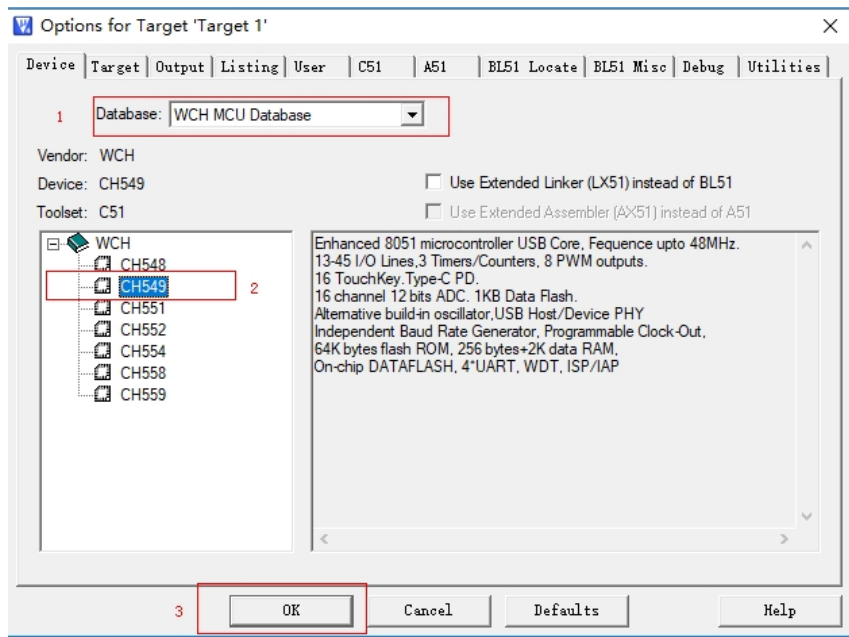
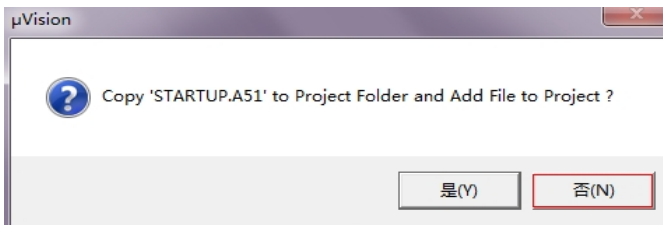

图 3.2.3
图 3.2.4
(2)、打开 Keil C51 工具，创建工程项目。按图 3.2.3 所示 1~3 选择 CH549 芯片。确定后，弹出图 3.2.4 所示窗口，点击 “否” 即可。